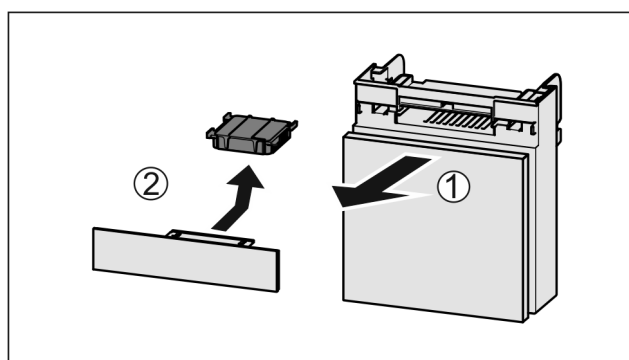

Fig. 171
- Extraire le compartiment par l'avant Fig. 171 (1).
- Sortir le filtre à charbon actif Fig. 171 (2).